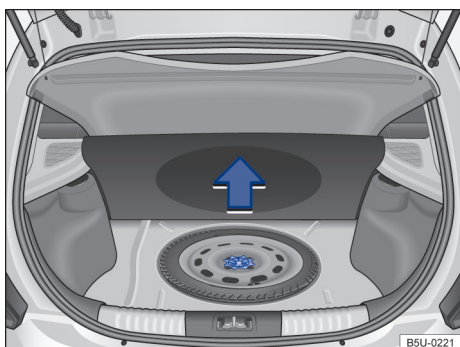

Fig. 103 No compartimento de bagagem, sob o revestimento de assoalho: roda de emergência e ferramentas de bordo.
As ferramentas de bordo e a roda de emergência estão localizadas no compartimento de bagagem, sob o revestimento do assoalho → Fig. 103.
- Levantar o revestimento do compartimento de bagagem → Fig. 103.